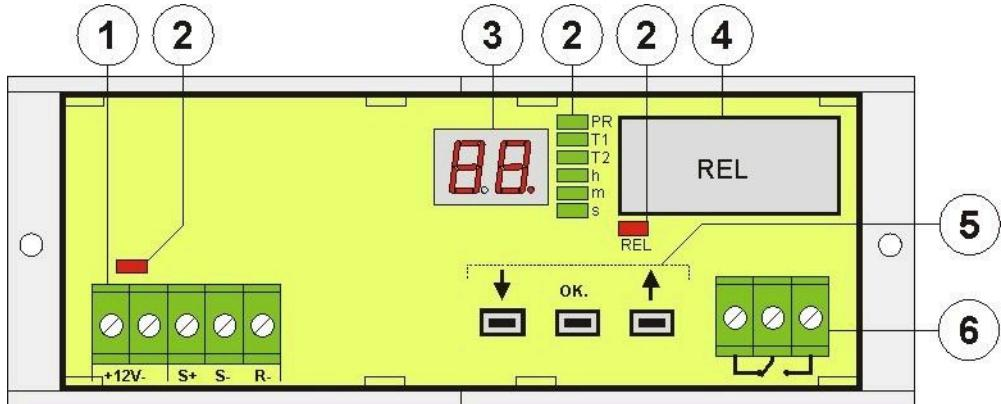

Abb. 1. Die Ansicht des Moduls.
Nummer r [Abb. 1]	Beschreibung
①	Anschluss: +12V- - die Stromversorgung des Moduls, Gleichspannung S+ - Steuereingang, gespeist von der positiven Spannungsversorgung S- - Steuereingang, der durch die negative Spannungsversorgung (Masse) aktiviert wird R- - Rücksetzeingang, aktiviert durch die negative Stromversorgung (Masse)
②	LEDs - optische Anzeige rot - Versorgungsspannung REL - ON, Relais eingeschaltet PR - blinkend - Programmiermodus, ON - Vorschau auf den aktuellen Modus T1 - Zeitanzeige T1 T2 - Zeitanzeige T2 h - Stundenanzeige (0-99h) m - Anzeige der Minuten (0-59m) s - Sekundenanzeige (0-59s)
③	LED-Anzeige.
④	Relais
⑤	Tasten ↓ - Verringern des Parameters, im Menü eine Ebene nach unten gehen ↑ - Erhöhen des Parameters, im Menü eine Ebene nach oben gehen OK. - Bestätigen Sie die Einstellungen
⑥	Der REL-Relaisanschluss ACHTUNG! Die Pinbelegung des Steckers in Abbildung 1 zeigt den potentialfreien Zustand des Relais.